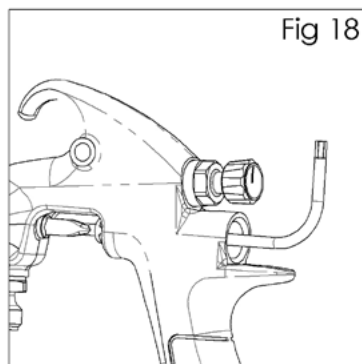

Fig 18
2. Lockern und entfernen Sie die Dichtungsmutter mit einem flachen Schraubendreher. (Siehe Abb. 18 & 19).